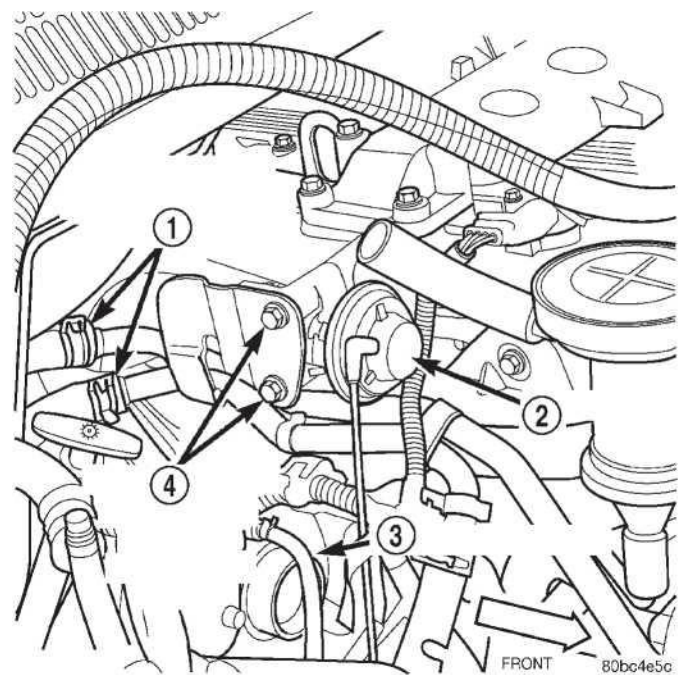

Рис. 55 Шланги
(11) Разъедините (Рис. 55) шлангов нагревателя.